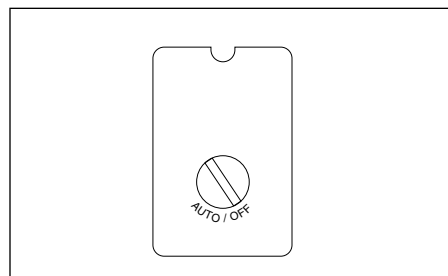

Figure 6
1. Tourner l'interrupteur à la position OFF et brancher le cordon d'alimentation (Fig. 6).
2. Tourner l'interrupteur à la position AUTO pour faire fonctionner le modèle (Fig. 6).